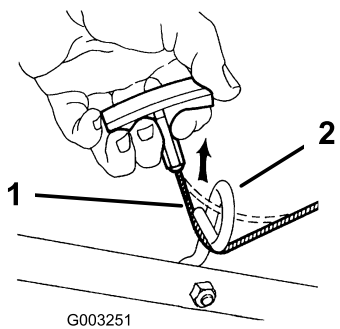

**Figura 3**
1. Togliete e conservate le 2 manopole della stegola e i 2 bulloni a testa tonda dalle staffe della stegola (Figura 3).